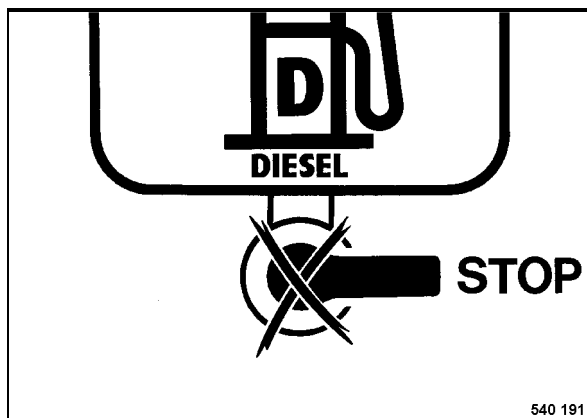

Fig. 23
- Colocar la llave de combustible (Fig. 23) en posición STOP (cerrada).